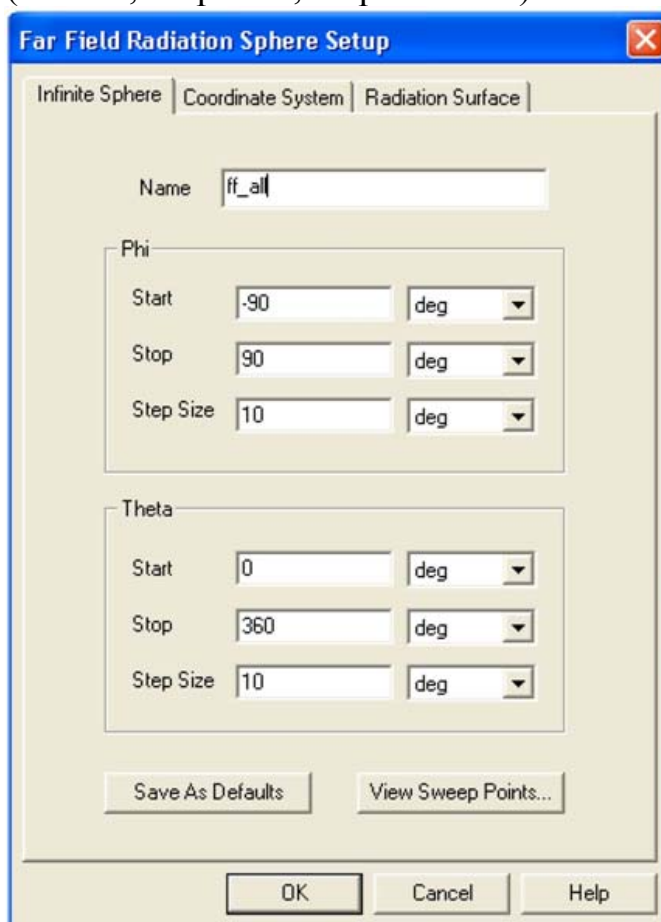

Рис. 9.17. Установка углов для расчета поля в дальней зоне
3. Выберите закладку **Infinite Sphere** (рис. 9.17) и установите в ней: